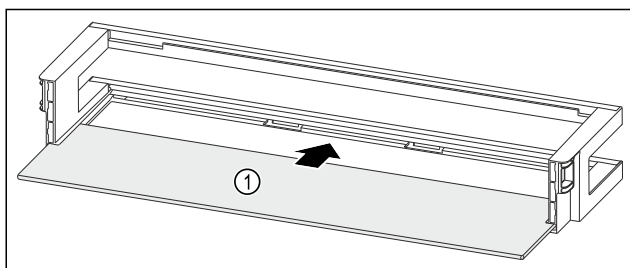

Fig. 87 Odkladací priestor vo dverách s odkladacou plochou
- ▶ Zasuňte odkladaciu plochu Fig. 87 (1) do bočných vybraní.